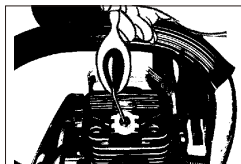

Bild. 19
5. Geben Sie 1 Teelöffel sauberes 2-Takt-Öl in die Verbrennungskammer. Ziehen Sie mehrere Male langsam an der Starterleine, um die internen Komponenten zu beschichten. Setzen Sie die Zündkerze wieder ein (Bild. 19).